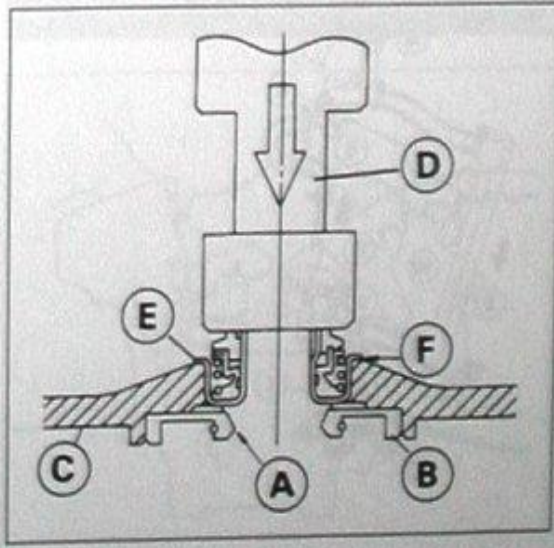

Bild 136
- Flüssige Dichtmasse auf Dichtringsitz auftragen und Öldichtung «B» Bild 136 mit Lagertreiber in Gehäuse «C» drücken. Mechanische Dichtung mit passendem Lagertreiber «D» (KAWASAKI-Spezialwerkzeug 57001-1129) in Gehäuse drücken, bis der Flansch «E» die Gehäusekante «F» berührt.